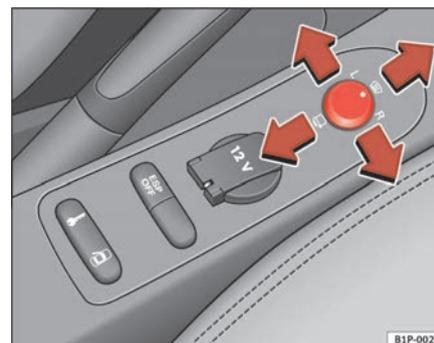

Abb. 87 Drehknopf für Außenspiegeleinstellung
1. Drehen Sie den Drehknopf ⇒ Abb. 87 in Stellung **L (linker Außenspiegel)**.
- Drehen Sie den Drehknopf nach vorne auf die mittlere Stellung ⇒ Seite 127, Abb. 87 , damit die Heizung der Außenspiegel und die Funktion der beheizbaren Windschutzscheibe* im Bereich der Ruhestellung der Wischerblätter eingeschaltet wird. ⇒ Seite 123
- Drehen Sie den Drehknopf ⇒ Seite 127, Abb. 87 in Stellung , um die Außenspiegel anzuklappen. Sie sollten die Außenspiegel immer anklappen, wenn Sie eine automatische Waschanlage durchfahren, um Beschädigungen zu vermeiden.